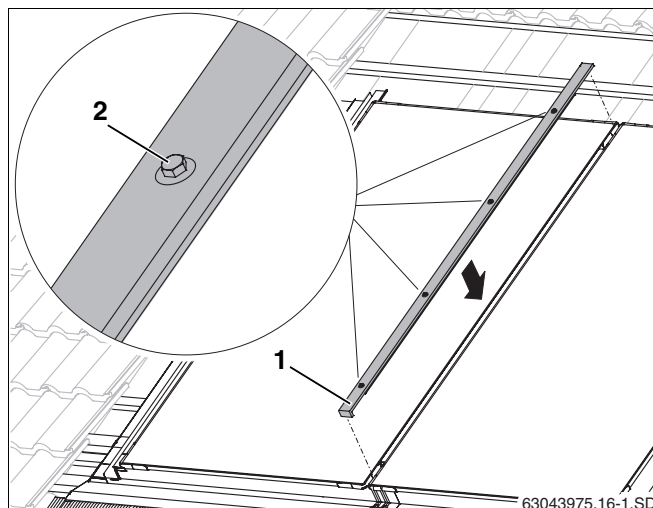

Fig. 50 Listello di copertura centrale
- ▶ Inserire premendo il listello di copertura (fig. 50, **pos. 1**) nello spazio tra due collettori con la smussatura rivolta verso il basso, e centrarlo.
- ▶ Serrare le viti (fig. 50, **pos. 2**) con chiave SW 8, iniziando dal basso.